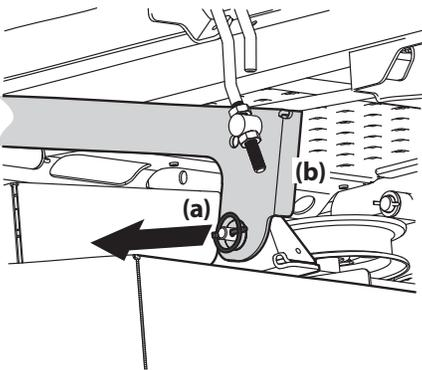

Figure 4-13
6. Repérez la goupille de déverrouillage (a) placée sur chaque côté du plateau de coupe. Retirez les goupilles de déverrouillage (a) pour dégager les deux bras de relevage (b) du plateau de coupe. Voir Figure 4-13.
5. Retirez les goupilles de déverrouillage et placez le plateau de coupe de façon à aligner les trous sur les bras de relevage avec les goupilles. Voir Figure 4-13.